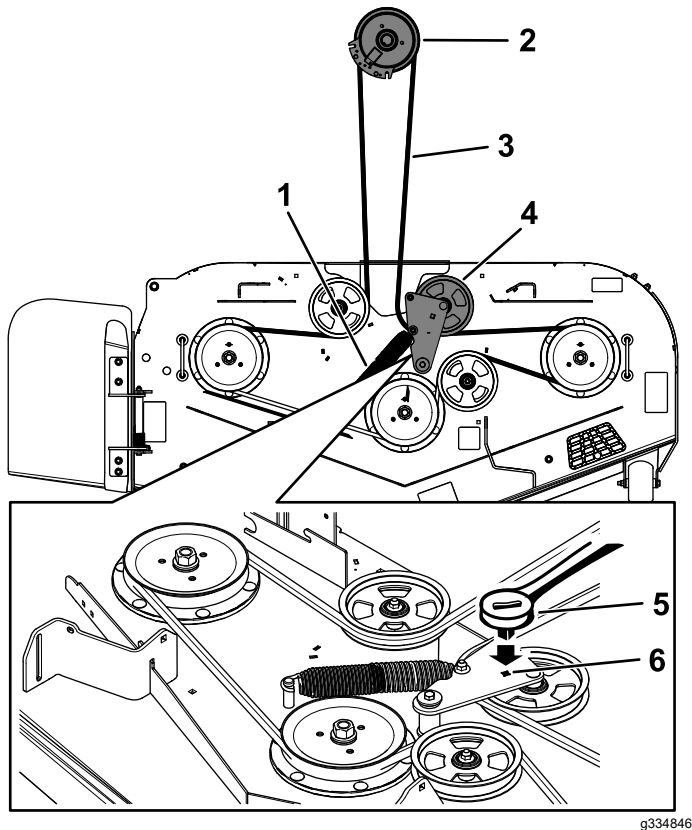

Figura 63
8. Utilice una llave de carraca de $\frac{3}{8}$ " en el taladro cuadrado del brazo tensor para aliviar la tensión del muelle tensor (Figura 63).
10. Instale la guía de la correa en el brazo tensor tensado con muelle (Figura 63).
12. Pase la correa nueva alrededor de las poleas de la segadora y de la polea del embrague, debajo del motor (Figura 63).
13. Instale la guía de la correa en el brazo tensor (Figura 63).
14. Con la ayuda de la llave de carraca de $\frac{3}{8}$ " en el taladro cuadrado, instale el muelle tensor (Figura 63).